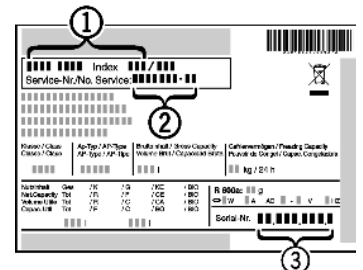

Рис. 23
- ▶ Наименование прибора Рис. 23 (1), Сервисный номер Рис. 23 (2) и серийный номер Рис. 23 (3) Вы можете найти на маркировке. Маркировка находится внутри прибора с левой стороны.
- ▶ Уведомите сервисный центр о неисправности, наименовании прибора Рис. 23 (1), сервисном номере Рис. 23 (2) и серийном номере Рис. 23 (3).